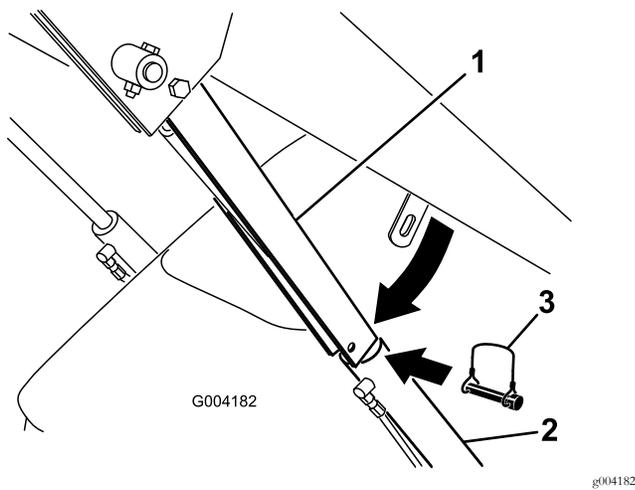

Figure 24
4. Enlevez la goupille à anneau qui fixe le dispositif de blocage de vérin au bras de chargeuse (Figure 24).
5. Abaissez le dispositif de blocage sur la tige du vérin et fixez-le en position à l'aide de la goupille à anneau (Figure 24).